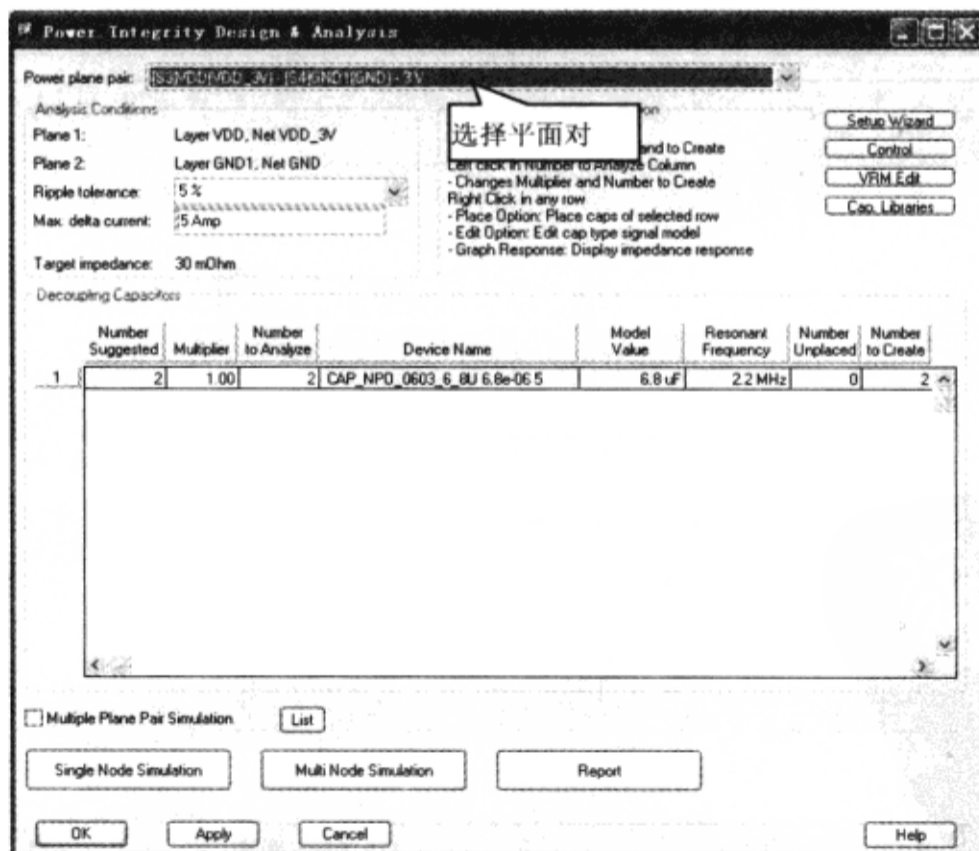

图 8-8-46 选择平面对
(4) 在“Power plane pair”栏中选择“[S3]VDD(VDD\_3V) - [S4]GND1(GND) - 3V”，如图 8-8-46 所示。